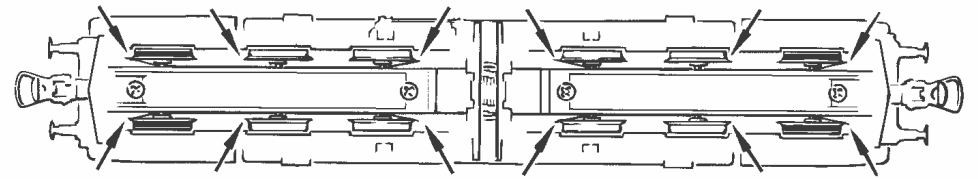

Fig. 10
Schleiferwechsel: siehe Fig. 10
A.C. pick up: see fig. 10
Remplacement courant alternatif: voir fig. 10